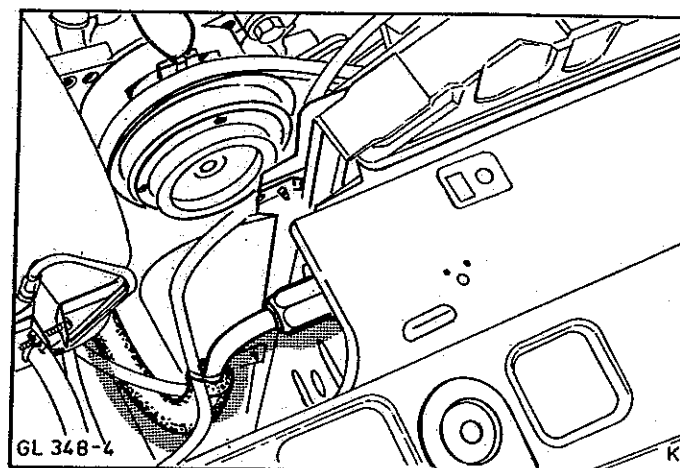

Abb.58 Druck-Schlauch am Kondensator anbauen
5. Schlauch am Kompressor und Kondensator anbauen, Abb.58.